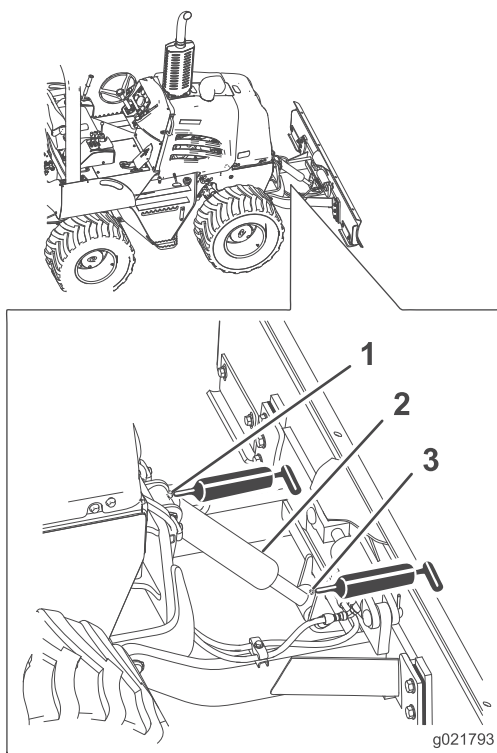

Рисунок 34
2. Подсоедините смазочный шприц к верхней и нижней масленкам цилиндра подъема; введите консистентную смазку в каждую масленку, сделав 3 качания шприцом (Рисунок 34).